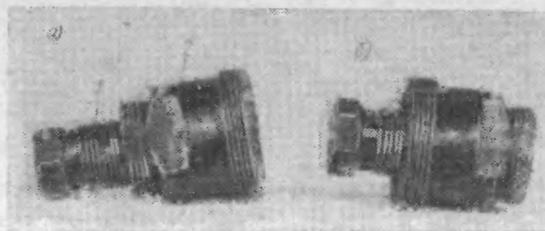

Рис. 66. Положение съемника для вывертывания ведущей звездочки и шестерни муфты сцепления (*а*) и положение съемника для вывертывания ведущей шестерни (*б*);
5. Взять съемник, имеющийся в комплекте, приложенном к двигателю, вывернуть и поставить болт в положение *а* (рис. 66).
4. Взять съемник и поставить винт в положение б (рис. 66). На шестигранник съемника надеть ключ 18×22 и завернуть съемник в резьбу шестерни.
3. Вывернуть и поставить болт съемника в положение *a* (рис. 66).